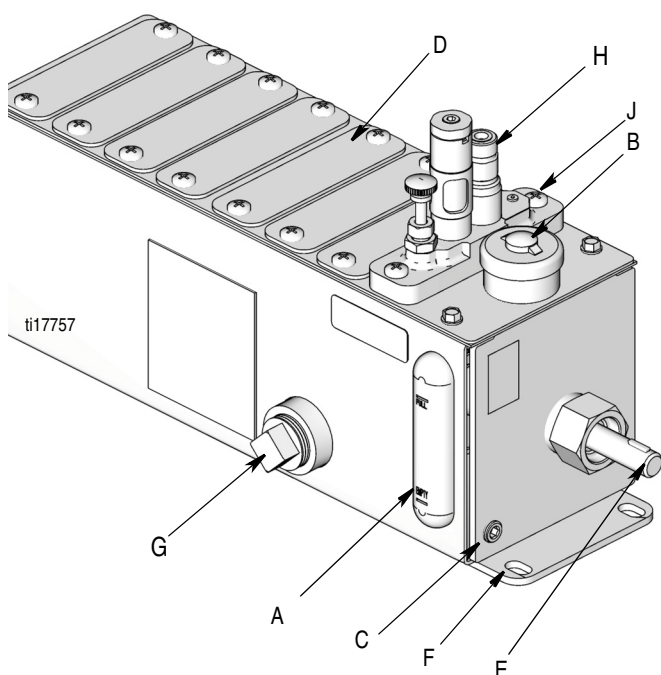

FIG. 1
Le lettere di riferimento usate nelle istruzioni seguenti si riferiscono alla FIG. 1.
- a. Drenare il serbatoio rimuovendo il tappo di drenaggio (C) (FIG. 1). Smaltire l'olio secondo tutte le normative relative alla sicurezza applicabili.
- d. Sostituire le unità di pompaggio. Serrare le viti di montaggio (J) a $12,43 \text{ N}\cdot\text{m} \pm 1,13 \text{ N}\cdot\text{m}$ (110 pollici lb \pm 10 pollici lb).
- e. Applicare del sigillante per filettature (fornito dall'utente) sul tappo di drenaggio (C) (FIG. 1) e posizionarlo nuovamente. Serrare a $3,95 \text{ N}\cdot\text{m} \pm 0,6 \text{ N}\cdot\text{m}$ (35 pollici lb \pm 5 pollici lb).